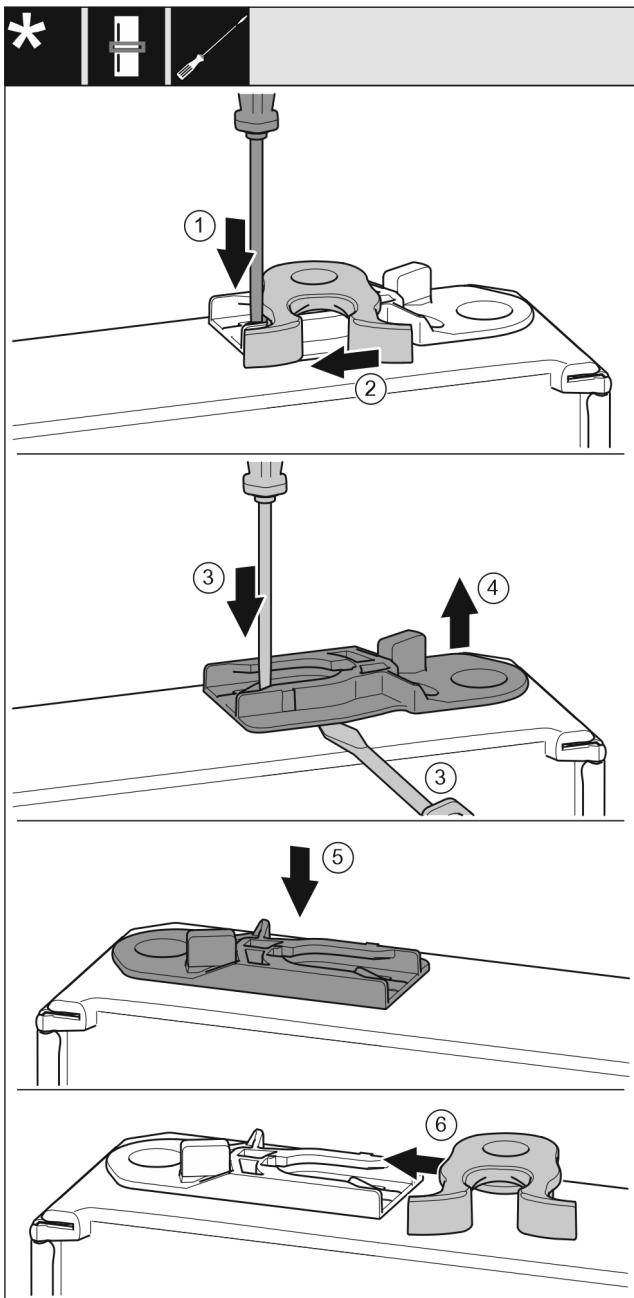

Fig. 19
- Πιέστε το αυτάκι Fig. 19 (1) με ίσιο κατσαβίδι προς τα κάτω.
- Τραβήξτε το άγκιστρο κλεισίματος Fig. 19 (2) από τον οδηγό.
- Τραβήξτε έξω την υποδοχή-οδηγό Fig. 19 (3, 4): Πιέστε το αυτάκι με ίσιο κατσαβίδι και ταυτόχρονα περάστε το ίσιο κατσαβίδι κάτω από την υποδοχή-οδηγό.
- Ωθήστε την υποδοχή-οδηγό Fig. 19 (5) που έχετε παραλάβει στην άλλη πλευρά του περιβλήματος.
- Ωθήστε το άγκιστρο κλεισίματος Fig. 19 (6) στον οδηγό.